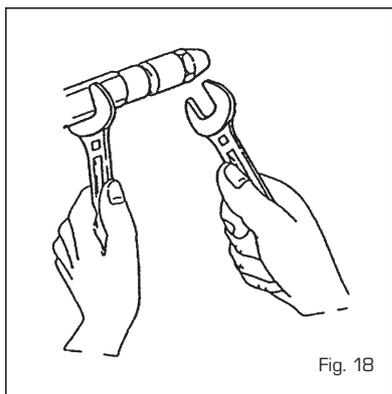

Fig. 18
- Fixar o porta injector utilizando uma chave nº19 e desaparafusar o injector com uma chave nº16 (fig. 18).